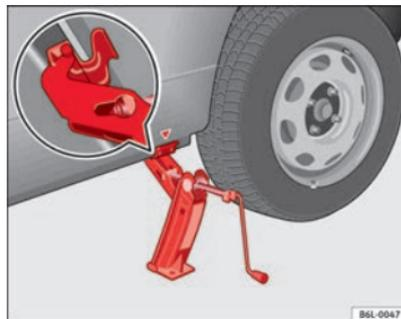

Fig. 150 Colocación del gato
- Posicione el gato de modo que su garra envuelva el nervio del larguero inferior y que la placa base móvil se apoye plana sobre el suelo ⇒ fig. 150.